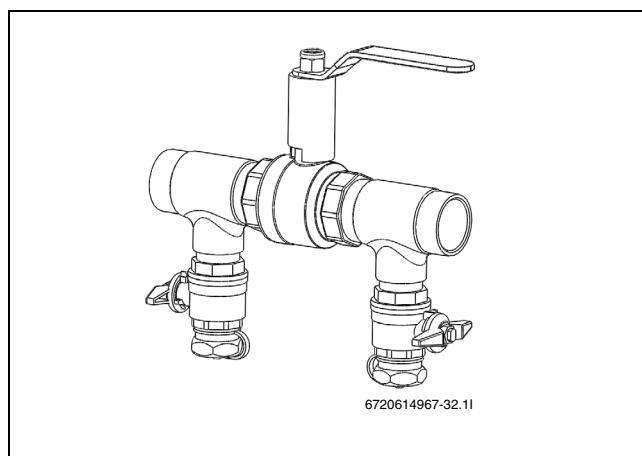

Bild 27 Påfyllnadssats i normalläge
- ▶ Vrid ventilerna på påfyllnadssatsen till normalläge (→ Bild 27) och stäng av pumpen på påfyllnadsstationen.